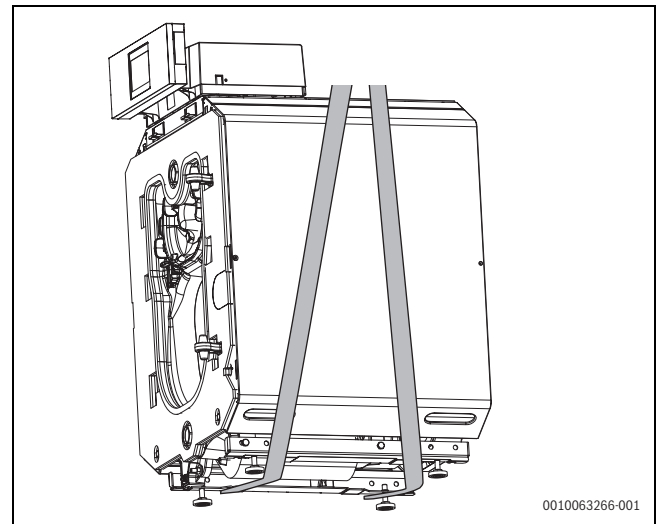

Bild 11 Anheben mit Krangeschirr durch die Bodenschiene (60 kW)
- ▶ Krangeschirr (Rundschlingen) durch die Bodenschiene führen (→ Bild 11).